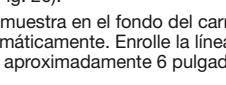

Fig. 21
- Inserte las dos secciones de 6 pulgadas en las dos ranuras de sujeción de 0.095 (Fig. 21).